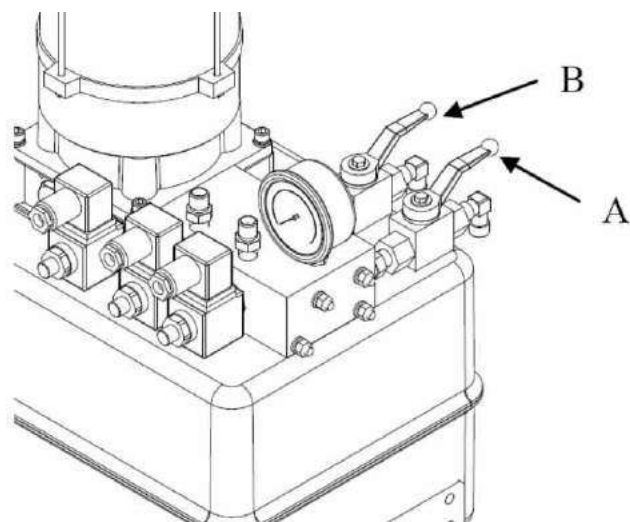

Рис.13
- Откройте вентили А и В рис.13
- Закройте вентили А и В рис.13
- Теперь опускайте подъемник и одновременно с этим откройте вентили А и В рис.13
- Теперь поднимайте подъемник до максимальной высоты и одновременно с этим закройте вентили А и В рис.13
- Откройте вентили А и В рис.13 платформы которая находится ниже.